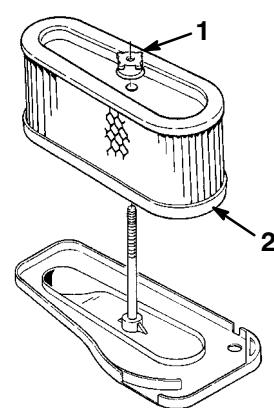

Abbildung 31
2. Den Luftfilter auf die lange Stange schieben. Die Gummimutter mit der Hand am Luftfilter festziehen (Abb. 31).